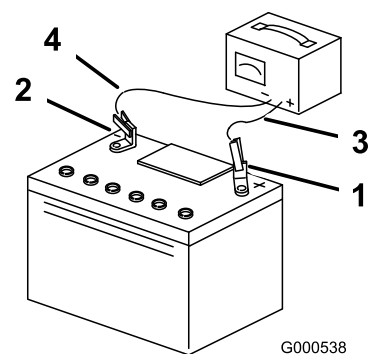

Figura 59
3. Cuando la batería esté completamente cargada, desconecte el cargador de la toma de electricidad, luego desconecte los cables del cargador de los bornes de la batería (Figura 59).